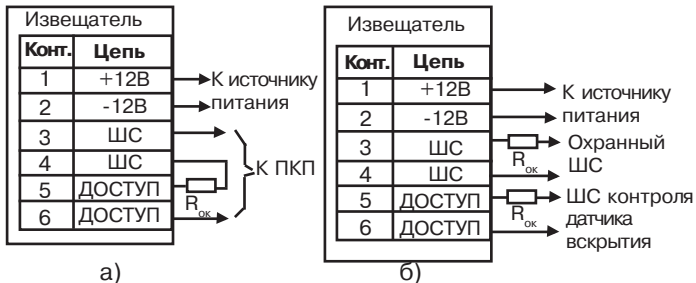

Рисунок 7
7.7 Выполните соединения согласно рисунку 7а (для подключения в один ШС) или рисунок 7б (с контролем датчика вскрытия отдельным ШС).